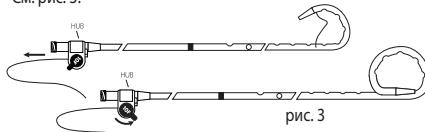

рис. 3
- Затягивайте шов до тех пор, пока не образуется требуемая петля. Не затягивайте петлю слишком сильно, так как излишнее затягивание может повредить катетер. Поверните механизм замыкания шва в дистальном направлении для фиксации шва. См. рис. 3.